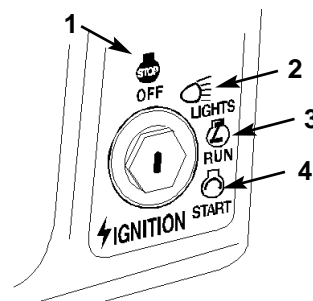

Figure 6
6. Girate la chiave di accensione in senso orario e tenetela in posizione "START" (Fig. 6). Quando il motore si avvia, rilasciatela.
2. Girate la chiave di accensione in posizione "OFF" (Fig. 6).